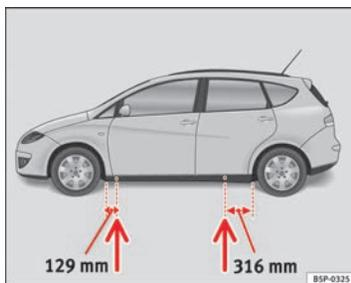

Fig. 179 Pontos de recepção do macaco
- Procure na longarina inferior o ponto de apoio mais próximo do pneu furado ⇒ Fig. 179.
Na longarina inferior estão assinalados os pontos em que o macaco pode ser aplicado ⇒ Fig. 179. Foi previsto um local para cada roda. O macaco não deve ser aplicado noutros pontos.